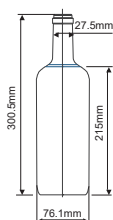
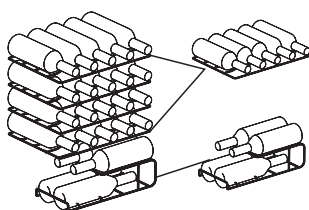
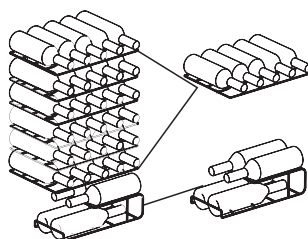

Fig.1
Fig.2
Fig.3
- La capacité de stockage des bouteilles dans la cave à vin (MDRW111FEGG illustré sur la Fig. 2, MDRW150FEGG illustré sur la Fig. 3) est basée sur des bouteilles de dimensions suivantes (Fig.1). Une bouteille surdimensionnée peut avoir un impact sur le nombre de bouteilles stockées dans le compartiment à vin.
- Pour le modèle MDRW111FEGG : Le nombre maximum recommandé de bouteilles est 24, comme illustré sur la Fig. 2
- Pour le modèle MDRW150FEGG : Le nombre maximum recommandé de bouteilles est 34, comme illustré sur la Fig. 3